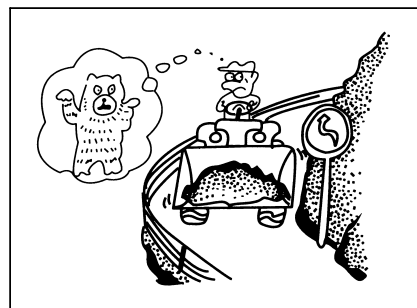

Рис. 1-47
- предупредить другие автомобили гудком, или ходить под наведением специального лица, избавить не аккуратного оперирования (рис. 1-47).